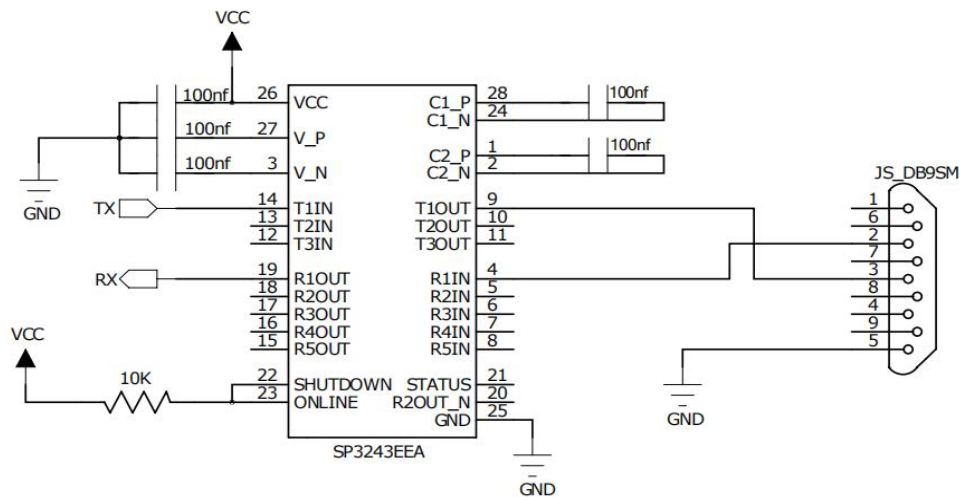

图 6-2 F8L10C 与 PC RS232 连接的参考电路
1. PC 机作为上位机：F8L10C 与PC 通过RS232串口相连，需要使用RS232芯片转换（如 SP3243），如图6-2所示。